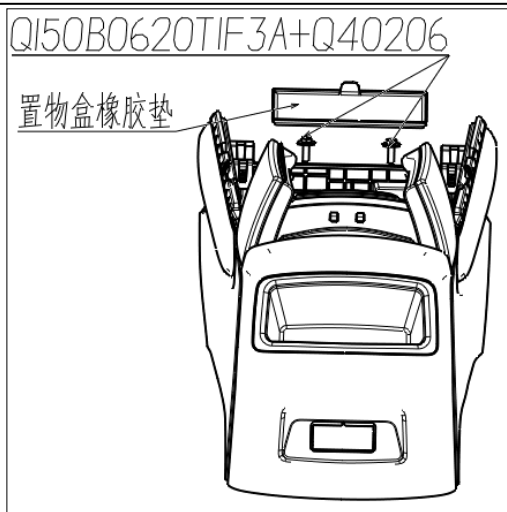

图 1.6.6 副仪表板固定螺栓的拆卸
- (1) 打开扶手，从储物盒中取出置物盒橡胶垫。用长柄 10 号六角套筒将固定副仪表板本体与后部安装支架的两个螺栓(Q150B0620T1F3A+Q40206六角头螺栓和大垫圈组合件)松开并取出螺栓，再将扶手放回到原来状态。如图 1.6.6 所示：